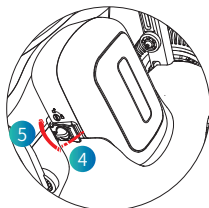

Figura 4.4.2.3
(3) Step 3: Chiudere manualmente la clip a sinistra della batteria e ruotare la manopola a sinistra dell'alloggiamento batteria in posizione di blocco. (Come mostrato nella Figura 4.4.2.3).